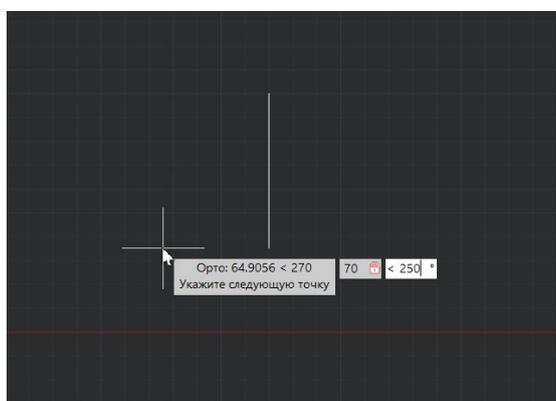

Рис.3.30
1.Выбираем функцию «отрезок» и задаем точку с координатами (220,100). Проводим отрезок 2-1 длиной 70 мм под углом 250° (рис. 3.30)